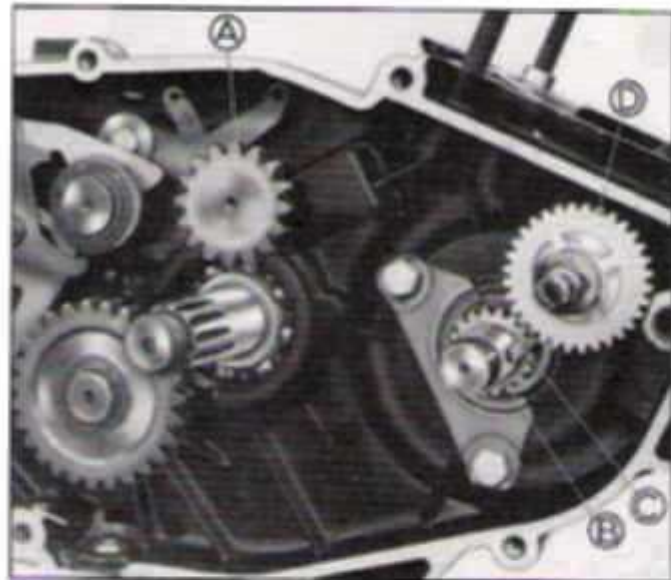

FIG. M16 - A. EIXO AÇION. ROTOR BOMBA D'ÁGUA
3. Remover a arruela de compensação, o eixo, a engrenagem conduzida e a arruela de compensação do sistema de lubrificação. Figura M16.